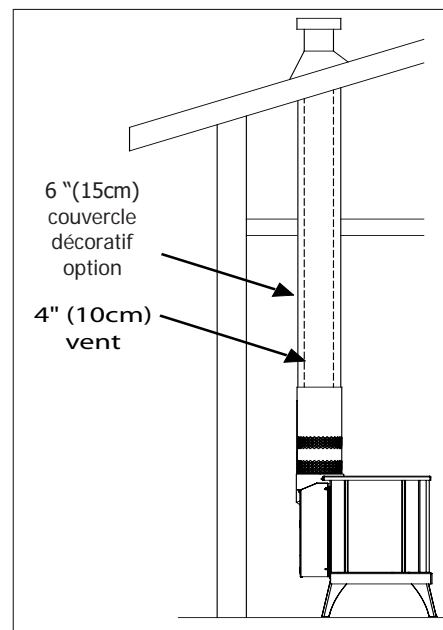

Figure 46: unité styles haut de ventilation
Cette unité peut être évacué à une cheminée de maçonnerie existante, ou si aucune cheminée en maçonnerie est disponible, une cheminée "B-vent", ou tout autre cheminée construite / système de ventilation approuvée (voir Figure 46 & 47) approuvé.
3. Ouvrez le couvercle de la vanne de gaz. Découpez soigneusement la partie autocollant sur le panneau de commande et installer l'interrupteur de commande du ventilateur à cet endroit. Voir Figure 46 pour le câblage du ventilateur en option.